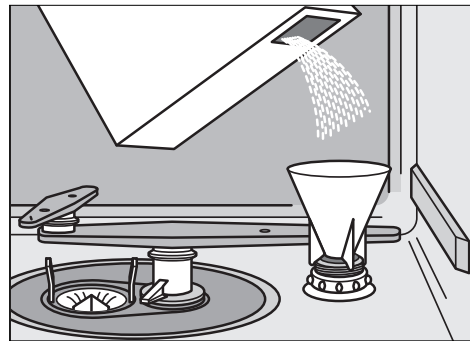

fig. 3
- Deksel van het zoutreservoir – tegen de wijzers van de klok in – losdraaien. Plaats de bijgeleverde trechter op het reservoir (zie fig. 3). Giet de eerste keer één liter water en vervolgens 1,5 kg zout in het reservoir. Gemorste zoutresten zorgvuldig verwijderen en het deksel weer vastdraaien.